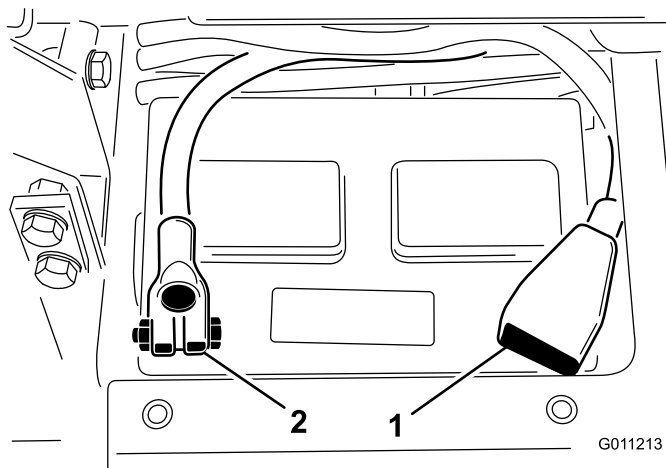

Figura 5
4. Collegate il cavo positivo (rosso) al morsetto positivo (+) della batteria e fissateli con il bullone con testa a martello e il dado (Figura 5).
5. Montate il cavo negativo (nero) sul morsetto negativo (-) della batteria e fissateli con il bullone con a testa a martello e il dado (Figura 5).